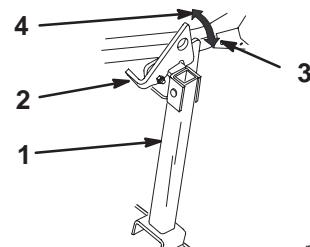

Figure 31
1. Relevez le verrou à la position déverrouillée (Fig. 31).